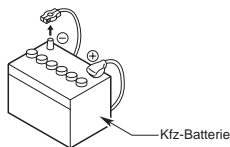

Abbildung 1
3. Zur Verhütung von Kurzschlüssen muß das „-“ Batteriekabel vor dem Einbau abgetrennt werden. (Abbildung 1)